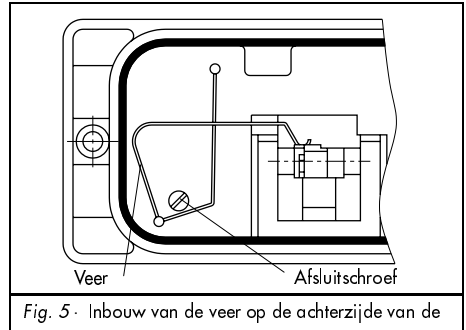
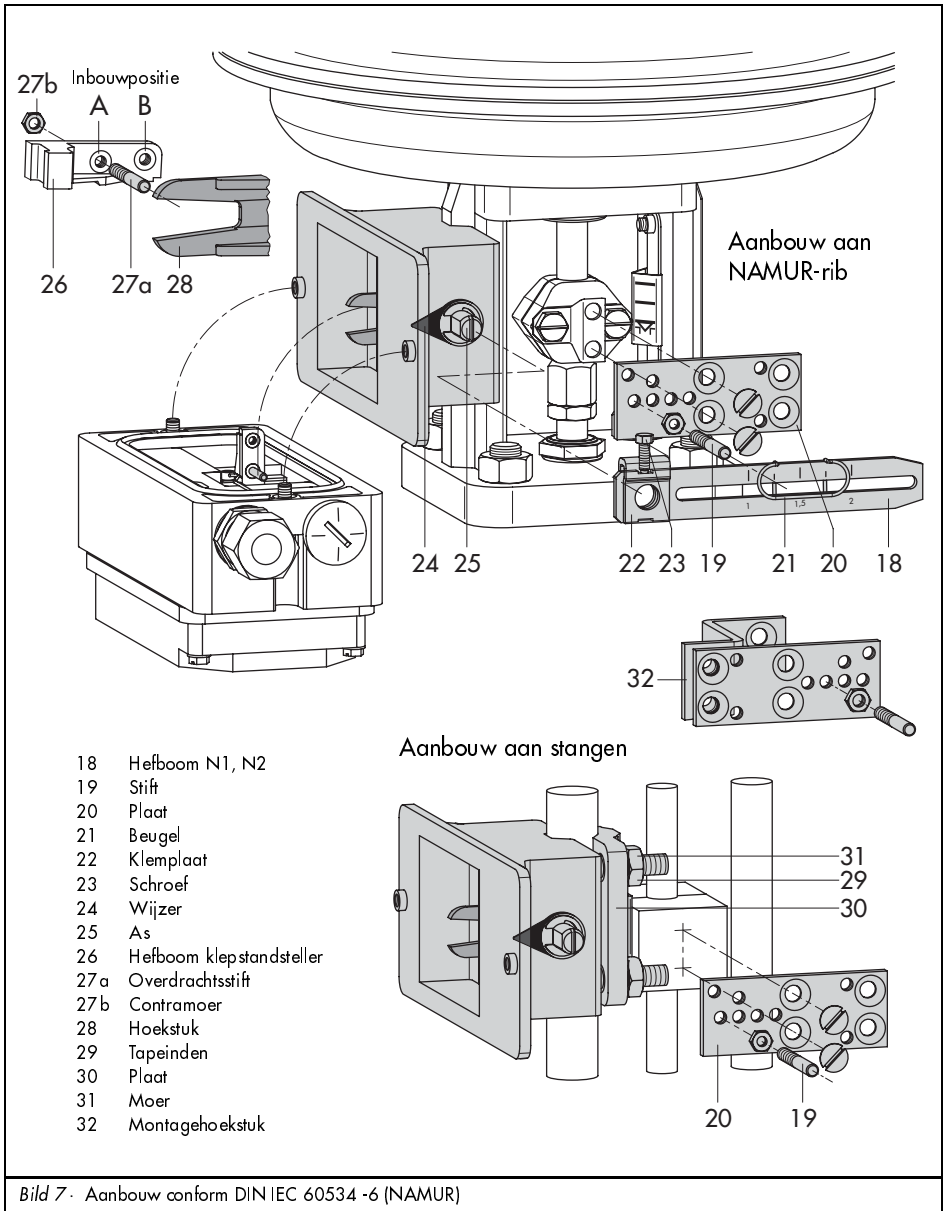

Fig. 5 · Inbouw van de veer op de achterzijde van de
Bild 7 - Aanbouw conform DIN IEC 60534 -6 (NAMUR)
6. Afsluitschroef op de achterzijde van de klepstandsteller (fig. 5) verwijderen en de steldrukuitgang aan de zijkant "output" afsluiten met de afsluitplug uit de toebehoren.
7. Klepstandsteller zodanig monteren, dat het gat in de tussenplaat (15) op de afdichtslang in het gat van het juk valt.
De aanbouw conform NAMUR volgt via een adapter (fig. 7). Daarbij wordt de slag van de klepstandsteller via de hefboom (18) en de as (25) op het hoekstuk (28) van de adapter overgedragen en naar de overdrachtsstift (27) op de hefboom van de klepstandsteller geleid. Om te waarborgen dat de overdrachtsstift (27) juist in het hoekstuk (28) aanligt, moet de meegeleverde veer conform fig. 5 aan de achterzijde van de
Aanbouwpositie: op de plaat voor de slagopname (20) gezien, aandrijving naar boven (zie ook fig. 7)
Benodigde toebehoren en meetveer conform tabel 4 resp. 5 uitzoeken en conform fig. 7 als volgt monteren:
*Om te waarborgen dat de aftastrol later correct op de curveschijf aanligt, moet de veer uit de toebehoren 1400-6660 conform fig. 5 aan de achterzijde van de behuizing van de klepstandsteller worden geplaatst.*